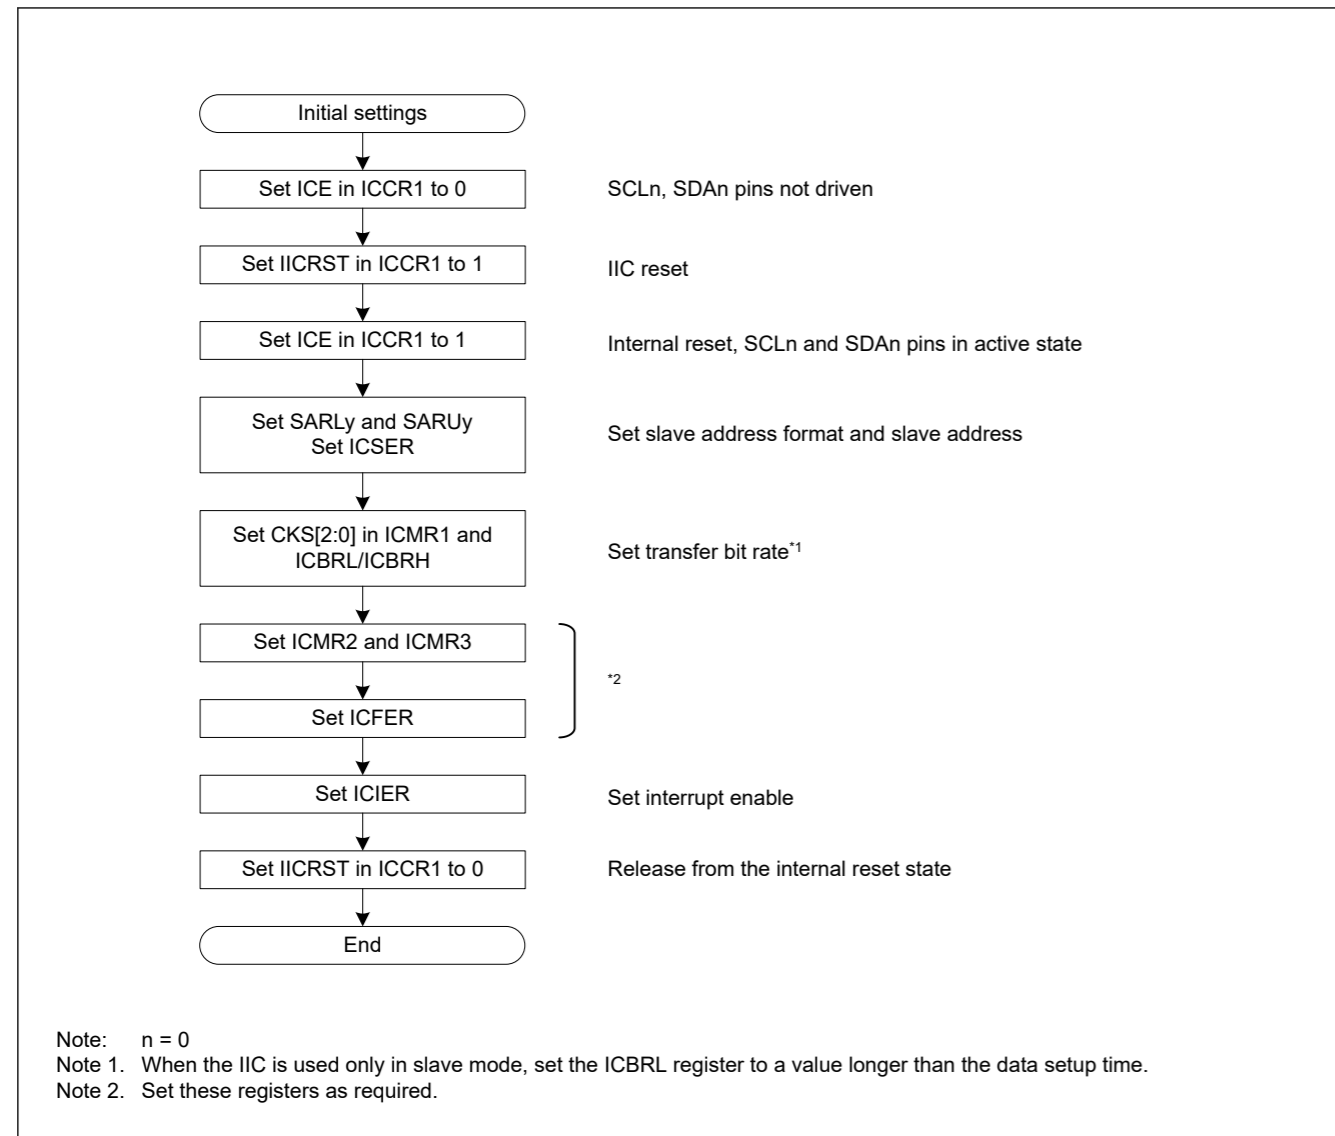

Figure 26.5 Example IIC initialization flow
- 4.设置SARLy、SARUy、ICSEr、ICMR1、ICBRH和ICBRL寄存器（y=0到2），并根据需要设置其他寄存器。IIC的初始设置见图26.5。